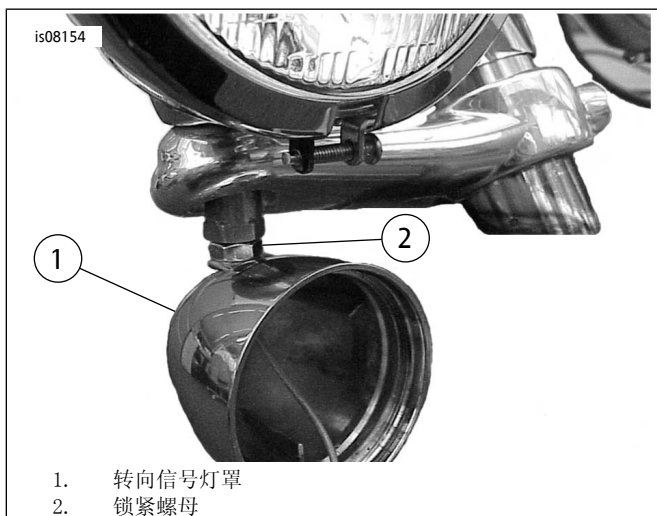

图10。安装转向信号
10. 参见图10。将转向信号拧至固定螺母直至到位，然后略微松开，足够向前对准灯罩即可。将锁紧螺母拧向转向信号灯罩并锁定到位。